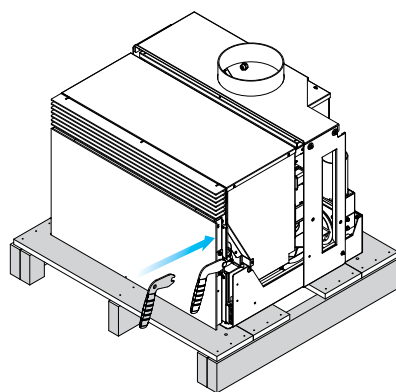

fig. 6.1.0
- 2) Introduzca la mano fría suministrada en la palanca de cierre de la puerta fig. 6.1.0. en la máquina recibida, aún fija al palet.